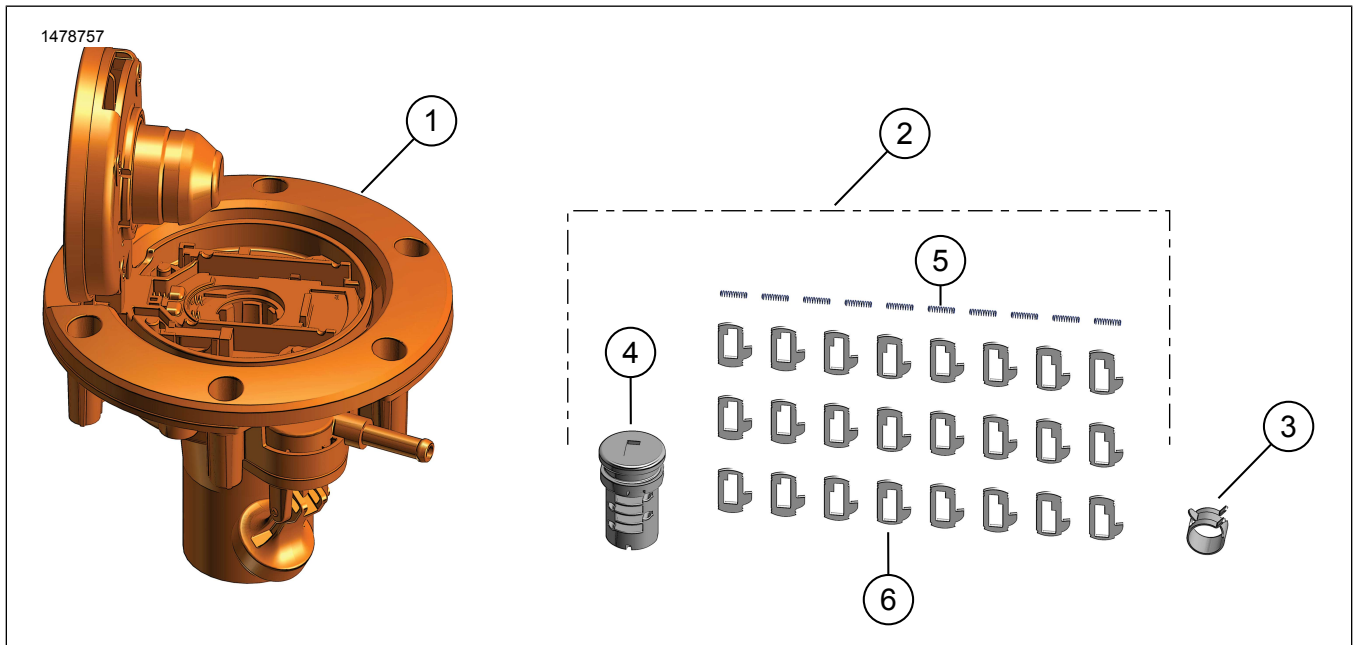
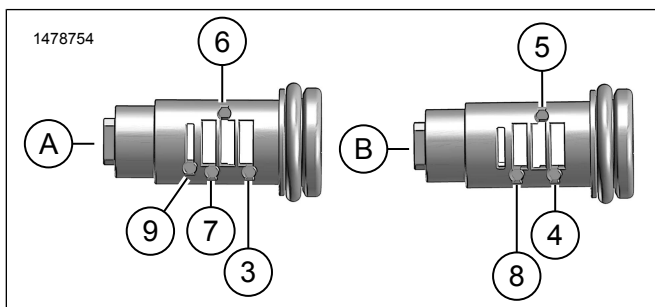

Figure 1. Contenu du kit : Bouchon de réservoir verrouillable rond
Figure 5. Emplacements d'installation du ressort et de la gorge
4. Voir la Figure 5. Installer les ressorts de gorge (5), se référer à Figure 1 , dans les trous aux postes 8, 5, 4, et 1 du côté (A) du sous-ensemble de cylindre.
5. Voir la Figure 5. Installer les gorges (6), voir Figure 1 , no 11-14 dans les postes 8, 5, 4 et 1 en fonction des numéros de gorge déterminés dans Tableau 3 .
6. Voir la Figure 5. Installer les ressorts de gorge (5), se référer à Figure 1 , dans les trous aux postes 2, 3, 6, et 7 du côté (B) du sous-ensemble de cylindre.
7. Voir la Figure 5. Installer les gorges (6), voir Figure 1 , no 21-24 dans les postes 2, 3, 6 et 7 en fonction des numéros de gorge déterminés dans Tableau 3 .
- Voir la Figure 1. Installer la bride de serrage (3) sur la conduite de vapeurs à l'endroit OE où celle-ci avait précédemment été retirée.